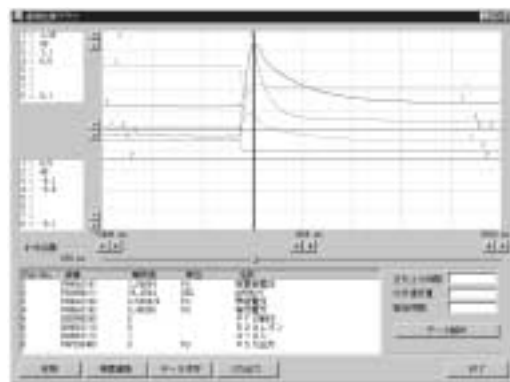

図8 . AVR負荷遮断時データ 発電機電圧の上昇応答が確認できる。
3.2.2 負荷遮断試験 この試験により、負荷遮断による発電機電圧など、制御諸量の挙動を確認できる(図8)。